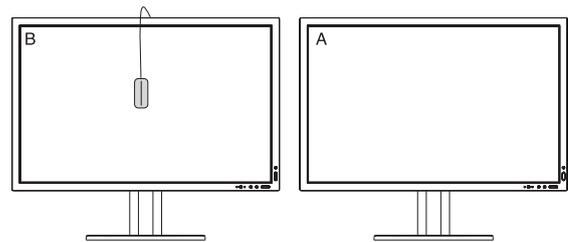

Figura C.2
7. Cuando desee confirmar el punto blanco de la pantalla B, quite el sensor de color USB de la pantalla A origen y colóquelo en el centro de la pantalla B (**Figura C.2**). Para omitir la confirmación del punto blanco en la pantalla B, pulse “SELECT” en el paso 9 de REAJUSTE.